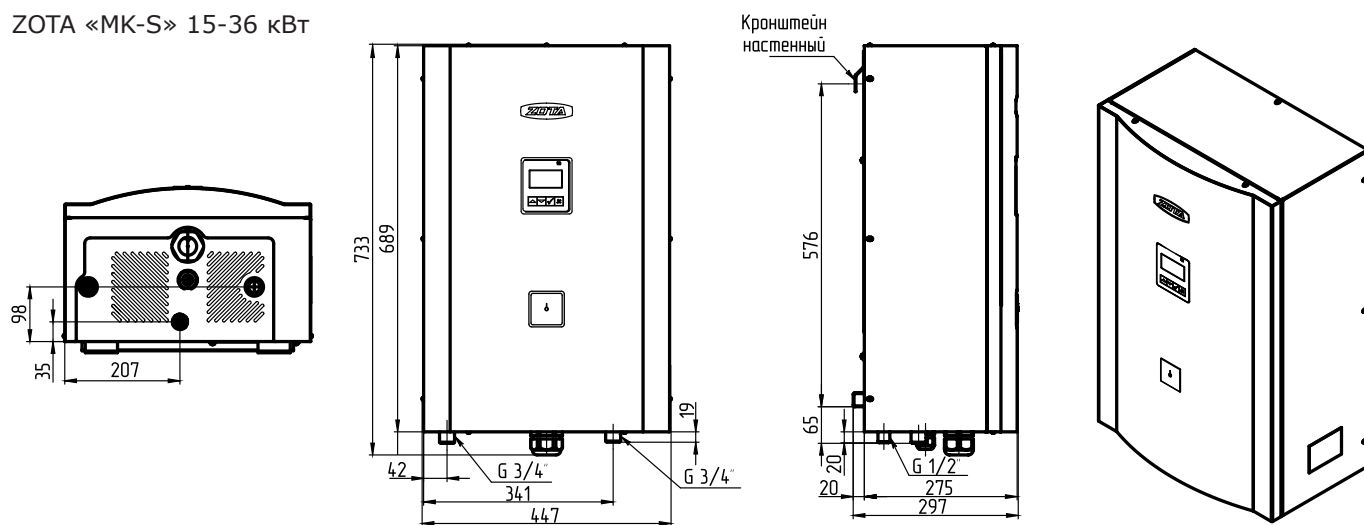

Рис.6 Габаритные и присоединительные размеры котлов
- Подсоединить котел к системе отопления. Габаритные и присоединительные размеры котлов указаны на Рис.6.